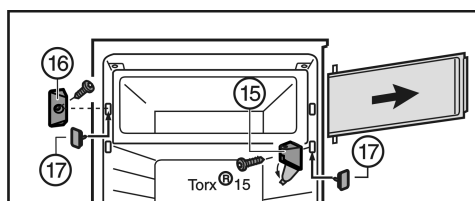

Fig. 7
- ▶ Odchylić ostonę płytki zawiasu Fig. 7 (15).
- ▶ Odkręcić płytkę zawiasu Fig. 7 (15) z drzwiami.
- ▶ Odkręcić element zamykający Fig. 7 (16).
- ▶ Zwolnione otwory należy zatkać dotychczasowymi zatyczkami Fig. 7 (17).